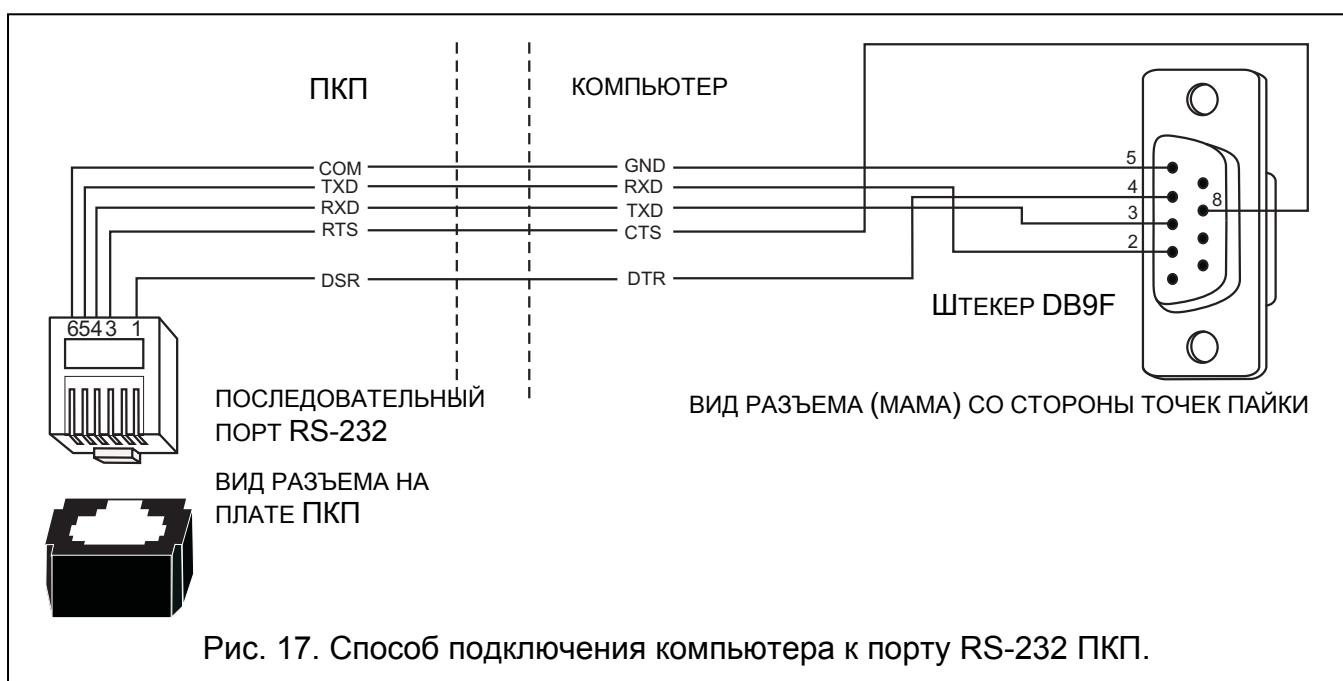

Рис. 17. Способ подключения компьютера к порту RS-232 ПКП.
2. Подключить кабель к порту RS-232 ПКП и компьютера (рис. 17).